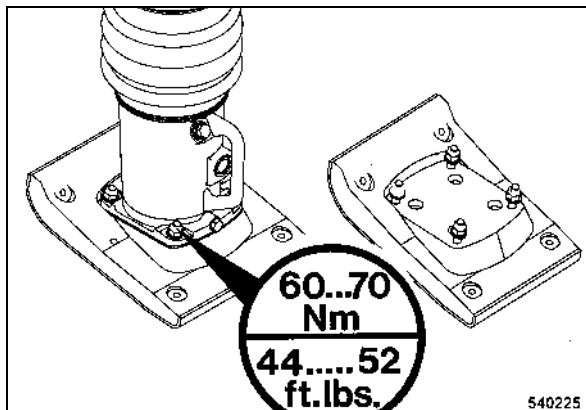

fig. 27
- Après l'échange de la semelle (fig. 27), serrer les 4 vis de fixation à un couple de 60 à 70 Nm (44 à 52 ft.lbs).